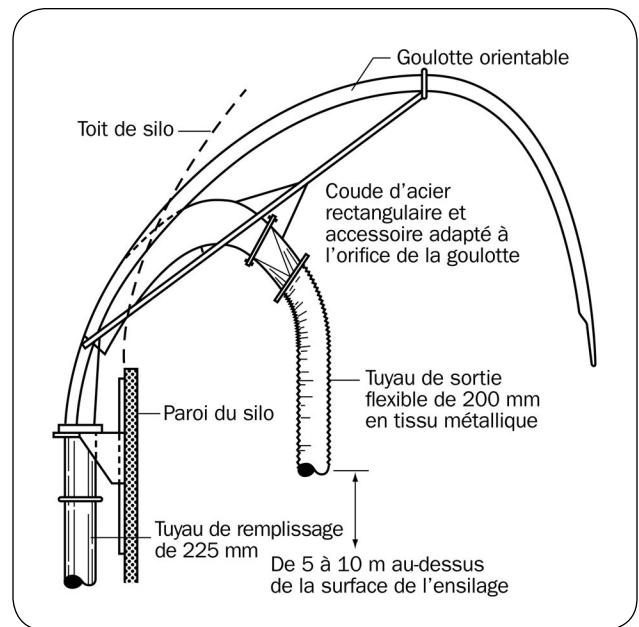

Figure 4. Adaptateur suggéré pour la ventilation dans le cas de silos à distributeurs rotatifs.
- La désileuse du haut du silo, en fonctionnement, réalise une bonne ventilation du silo. Par contre, s'il devient nécessaire de la réparer ou de la régler, on doit supposer qu'on est en présence de gaz d'ensilage. Pour évacuer les gaz avant d'entrer dans le silo, on ferme les portes de déchargement, on ouvre l'orifice de ventilation du toit et on fait fonctionner la soufflerie. Si la hauteur libre entre l'ensilage et le toit est supérieure à 5 m (15 pi), on fixe un adaptateur au conduit de la soufflerie (figures 4 et 5). Dans un silo de 7,2 m (24 pi) de diamètre, où la hauteur libre est de 5-10 m (15-30 pi), on laisse fonctionner la soufflerie pendant 30 minutes. Dans les silos de plus grand diamètre ou si la hauteur libre est plus grande, on accroît la durée de la ventilation préalable en conséquence. On doit laisser fonctionner la soufflerie tant que quelqu'un se trouve dans le silo.